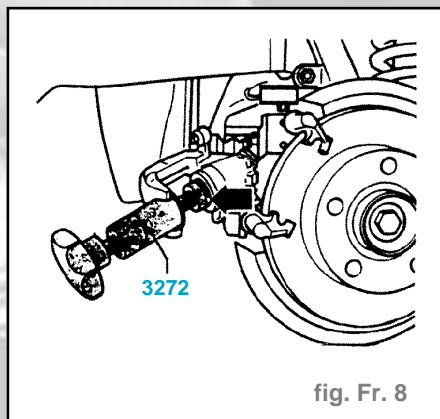

fig. Fr. 8
- Visser le piston jusqu'en butée en tournant la broche filetée vers la droite et le manchon moleté vers la gauche (fig. Fr. 8).